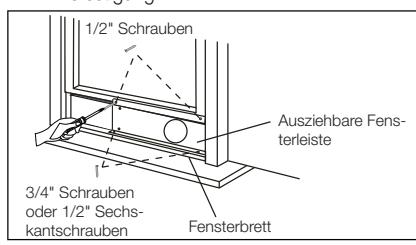

Abb. 15
3. Schließen Sie das Fenster fest, sodass die ausziehbare Fensterleiste sicher in Einbauriegel sitzt. (Abb. 15)
4. Schrauben Sie zwei 1/2-Zoll-Schrauben zur Befestigung der ausziehbaren Fensterleiste am Schiebefenster ein. (Abb. 15)
5. Befestigen Sie anschließend die ausziehbare Fensterleiste am Fensterbrett (Abb. 15):